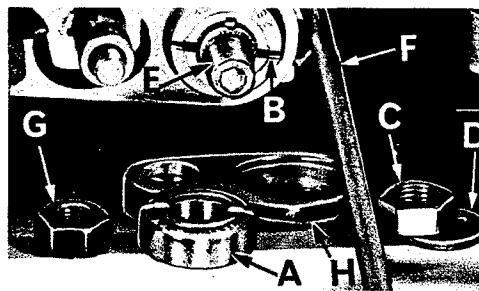

Fig. 15
Das Herausnehmen der Exzenter wird erleichtert, wenn man dabei am Handrad etwas vor- und rückwärts dreht. Sollten die Exzenter sehr satt sitzen und sich das Herausnehmen dadurch erschweren, so können zusätzlich noch die Mutter (G) und die Transportantriebs-Verbindung (H, Fig. 15) entfernt werden. Alsdann ist wie vorstehend beschrieben zu verfahren.
If eccentrics are unusually tight fitting, in addition to removing nut (C) and washer (D, Fig. 15) from shaft (E), it may be helpful to remove nut (G) and feed driving connection (H). Then continue as originally suggested.